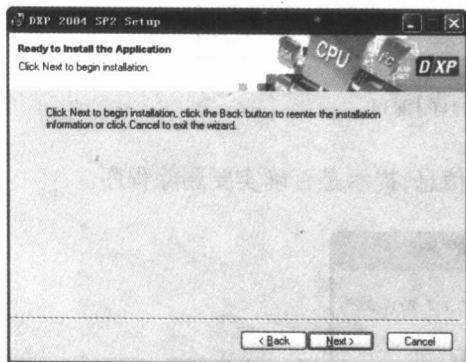

图 1-6 提示安装的画面
⑥ 选择要安装的路径,系统默认路径为“C: \ Program Files \ Altium 2004 SP2 \ ”,也可以通过【Browse】按钮来选取其他的路径,单击【Next】按钮,进入如图 1-6 所示的窗口。